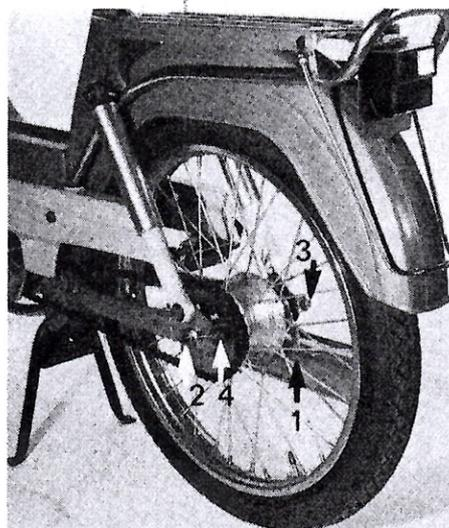

Fig. 10
- Débranchez le câble de frein en poussant le levier (fig. 10 - n° 1) vers l'avant.
- Débloquez les écrous de roue (fig. 10 - n° 2) et dégager les tendeurs sans les dérégler en commençant par le tendeur droit (fig. 10 - n° 3).
- Placez le tendeur côté chaîne (fig. 10 - n° 4).
- Placez le tendeur côté frein (fig. 10 - n° 3).
- Serrez les écrous de roue (fig. 10 - n° 2).
- Accrochez le câble de frein (fig. 10 - n° 1).